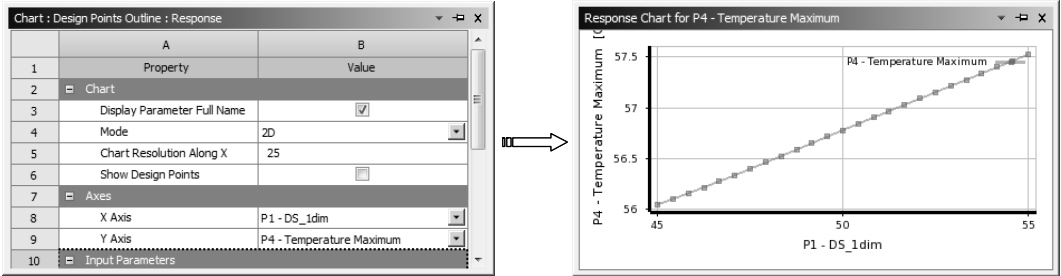

图 12-93 设计参数与温度的 2D 关系
3) 选择【Outline of Schematic C3:Response Surface】窗口中 A17 栏中的【Response】选项，选择【Mode】为 2D，分别设置【X Axis】和【Y Axis】，此时设计参数和温度的 2D 关系如图 12-93 所示。